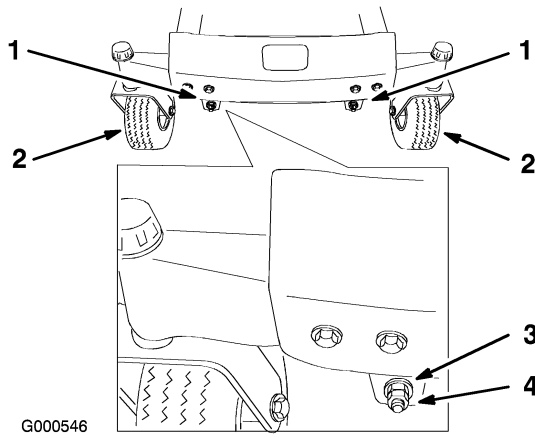
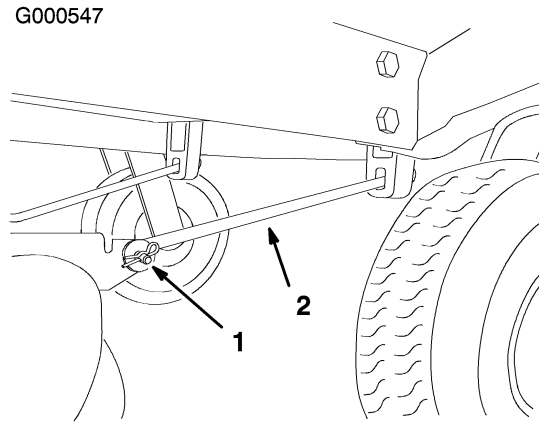

Figura 48
Figura 49
- Para ajustar la inclinación longitudinal, retire las contratuercas y luego gire las tuercas de ajuste de la parte delantera del cortacésped (Figura 48).
- Después de ajustar en la misma medida ambas tuercas de ajuste, verifique de nuevo la inclinación longitudinal. Siga ajustando las tuercas hasta que la punta de la cuchilla más avanzada esté entre 1/16–5/16 pulg. (1,6–7,9 mm) más baja que la punta de la cuchilla más atrasada (Figura 48).
Nota: Después de ajustar las tuercas de ajuste, asegúrese de que no hay ninguna holgura en ninguna de las varillas (Figura 49). Apriete cualquiera de ellas para eliminar la holgura, si la hubiera (Figura 48).
4. Retire el pasador de horquilla y la chaveta de la varilla de soporte delantera de cada lado del cortacésped (Figura 49).
7. Conecte las varillas de soporte delanteras a la máquina con los pasadores y las chavetas (Figura 49).